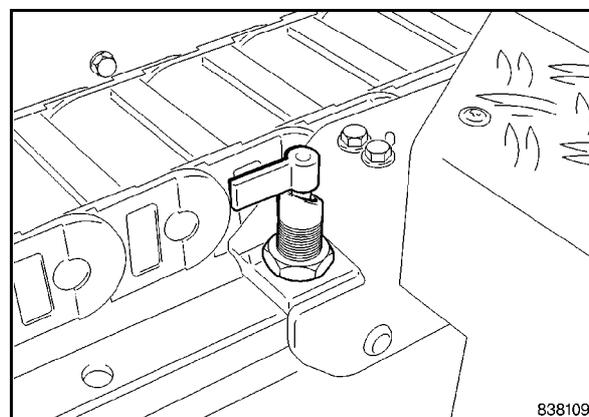

Fig. 107
- Sbloccare il sedile di guida (Fig. 107) e spostarlo fino all'arresto nella direzione, nella quale deve essere spostata anche la piattaforma guidatore.